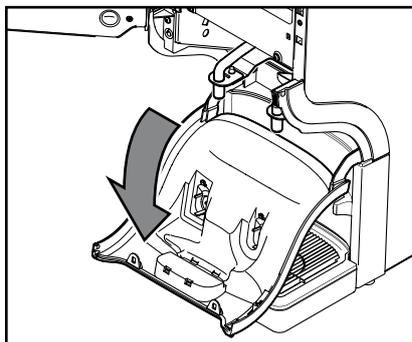

Fig. 43
- c. Tirez le couvercle de la sortie vers le bas (fig. 43).